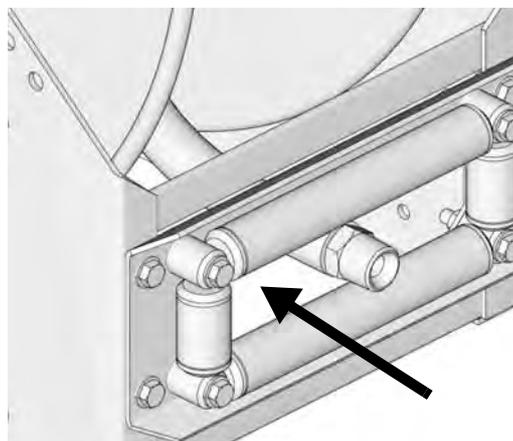

FIG. 19
5. Pase el extremo de la manguera suelta a través de los rodillos de manguera y enrolle y fije la manguera manualmente en el carrete de manguera (FIG. 19).